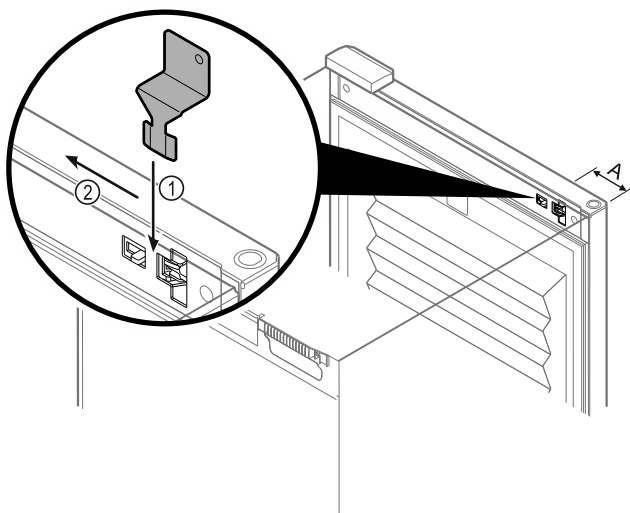

Fig. 90
- ▶ Poziționați cheia de deblocare de urgență în poziția specificată Fig. 90 (A) ≈ 100mm.
- ▶ Introduceți cheia de deblocare de urgență între ușă și corpul aparatului, de sus până la opritor Fig. 90 (1).
- ▶ Trageți cheia de deblocare de urgență în direcția părții cu balamale Fig. 90 (2).